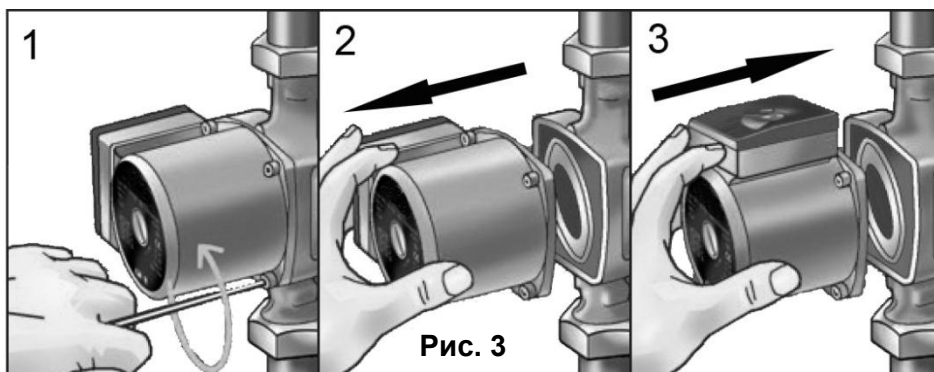
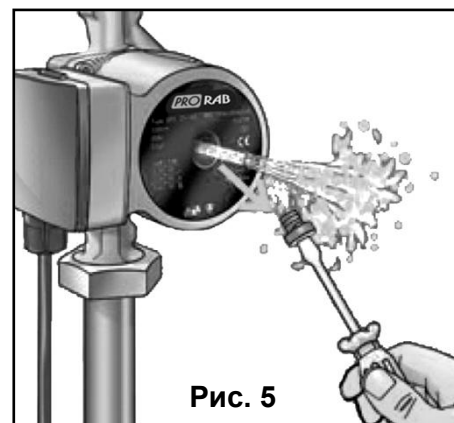

Рис. 3
Рис. 5
- В том случае если клеммная коробка расположена неудобно, ее можно переставить, открутив четыре крепежных винта на корпусе насоса. Установив клеммную коробку в удобное для монтажа положение закрепите корпус электродвигателя винтами. (См. Рис. 3). Винты необходимо затягивать равномерно. Различные варианты установки клеммной коробки показаны на рисунке (См. Рис.5).
- При первом включении насоса необходимо обеспечить стравить воздух из корпуса насоса, для этого открутите винтовую пробку электродвигателя и включив насос дайте ему поработать несколько секунд. В течении этого времени оставшийся в системе воздух вытиснится через полый вал. После этого закрутите винтовую пробку электродвигателя обратно. (См. Рис.5)